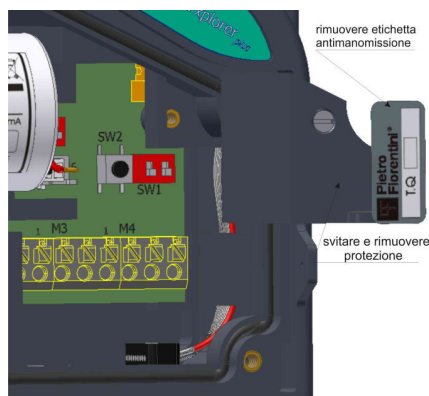

Fig. 17 – Accesso al tasto e al Dip-switch protetti da sigillo
- Dip SW1 è posto sotto protezione metrica accanto al tasto, richiede la rimozione dei sigilli dello sportello e di quello metrico adesivo (Fig. 17)